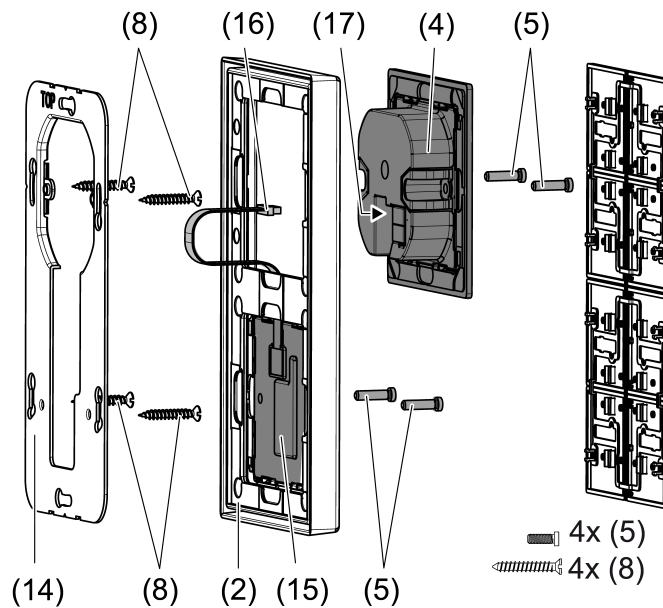

Bild 2: Montage mit Tastsensor-Erweiterungsmodul
Bei Verwendung des Tastsensor-Erweiterungsmoduls (siehe Bild 2): Bevorzugte Montage senkrecht. Großen Tragring (14) verwenden. Bei Montage auf nur einer UP-Dose die unteren Schrauben in der Wand versenken, z. B. mit Bohrung  $\varnothing 6 \times 10$  mm. Tragring als Schablone verwenden.
- Tragring (1) bzw. (14) lagerichtig auf eine Gerätedose montieren. Kennzeichnung **TOP** = oben beachten; Kennzeichnung **A** oder **B** vorne. Ausschließlich beiliegende Dosenschrauben (8) verwenden.
- Rahmen (2) auf Tragring stecken.
- Tastsensor-Erweiterungsmodul (15) vorzugsweise unterhalb montieren. Anschlussleitung (16) zwischen Tragring und Zwischensteg führen.
- Tastsensor-Erweiterungsmodul: Anschlussleitung (16) lagerichtig in Steckplatz (17) im Tastsensor-Modul einsetzen. Anschlussleitung nicht quetschen (siehe Bild 2).
- Tastsensor-Modul (4) mit KNX-Anschlussklemme (7) an den KNX anschließen und auf den Tragring stecken.
- Tastsensor-Modul(e) mit beiliegenden Kunststoffschrauben (5) am Tragring befestigen. Die Kunststoffschrauben nur leicht anziehen.
- Vor Montage der Tasten (6) die physikalische Adresse in das Gerät programmieren.